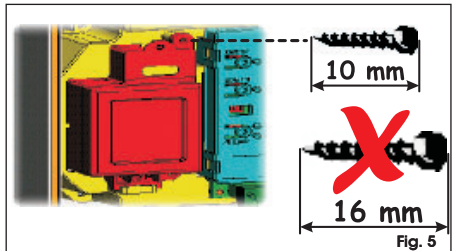

Fig. 5
2. Zet de batterij in de zojuist vrijgekomen ruimte, en zet hem vast met de speciale verankeringen (Fig. 5).